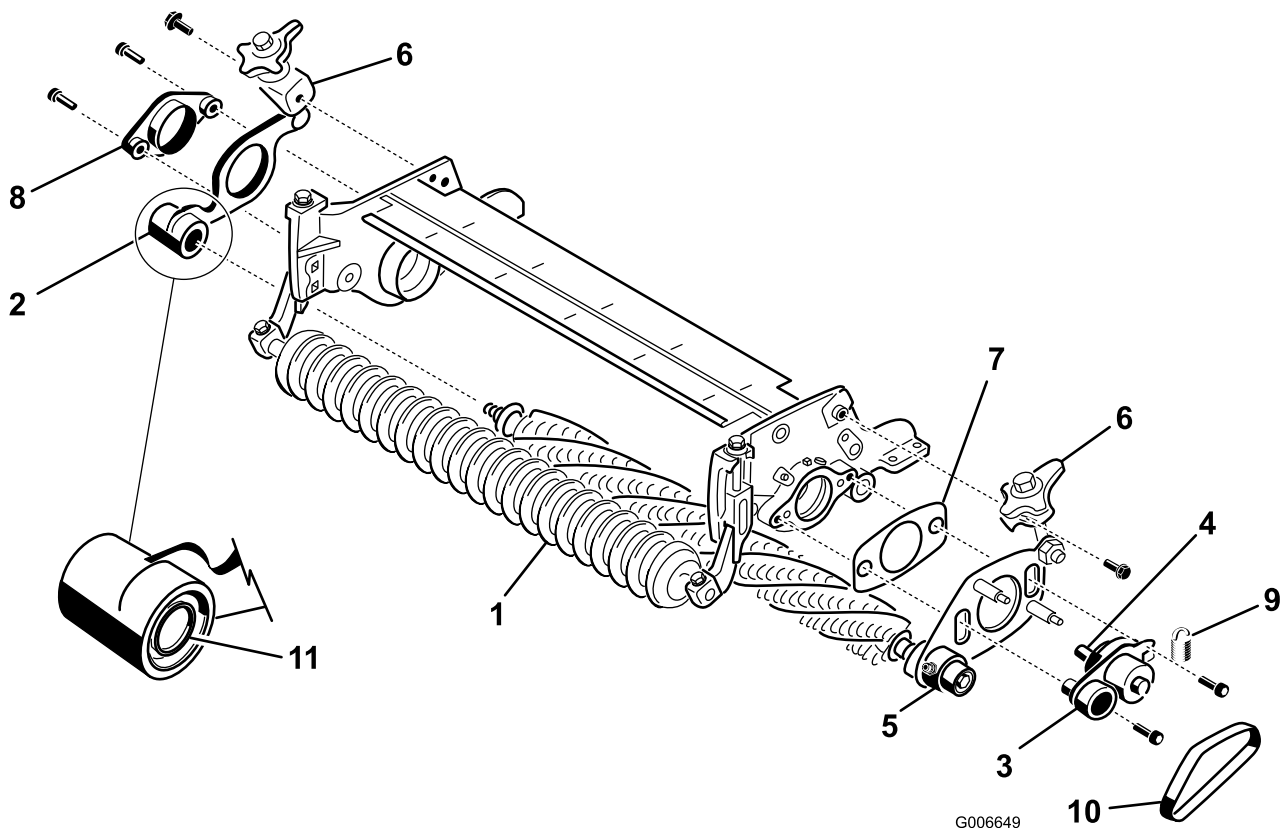

図 9
14. グルーマアセンブリの**非駆動側**に、グルーマプレートを取り付ける クイックアップレバーをグルーマシャフトアセンブリから離して取り付けること 図 9。
16. 3/8 x 1 in ソケットヘッドねじ2本を使って、Cuttingユニットの駆動側にピボットハブ、クイックアップレバー付き駆動側グルーマプレート、およびシムを、取り付ける 図 9。取り付ける前に、ネジ山部分にロックタイト青を塗りつける。
17. グルーマシャフトに非駆動側グルーマプレートを取り付ける 図 9。シールスプリングを落とさないように注意すること。
18. 3/8 x 1 in ソケットヘッドねじ2本を使って、非駆動側ピボットハブを、カッティングユニットのサイドプレートに取り付ける 図 9。取り付ける前に、ネジ山部分にロクタイト青を塗りつける。
20. 3/8 x 3/4 in フランジヘッドボルトを使って、クイックアップレバーアセンブリをサイドプレートに取り付ける [図 9]。
21. プーリにグルーマベルトを取り付ける [図 9]。ベルトのリブが、各プーリの溝にきちんとはまるように取り付けること。